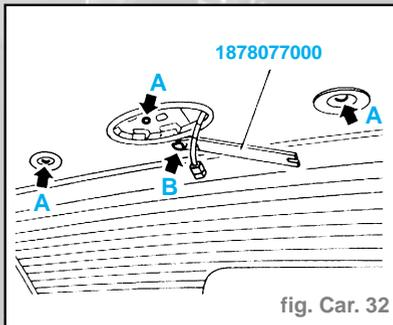

fig. Car. 32
- Dévisser les vis (A) sur le côté AR du revêtement du pavillon et retirer le bouton de retenue (B), ensuite faire descendre le revêtement pour faciliter l'opération de dépose de la lunette AR (fig. Car. 32).